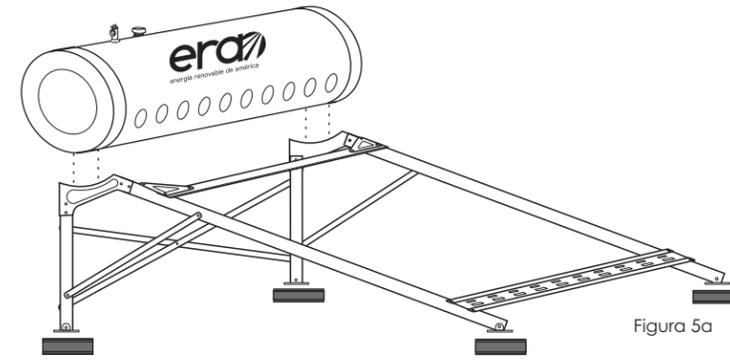

Figura 5a
4) El tanque tiene cuatro tornillos que coinciden con los agujeros de la base. Quite las tuercas de estos tornillos antes de colocar el tanque. Coloque el tanque preferentemente entre dos personas y sientelo en la estructura sin atornillarlo (Figura 5a).